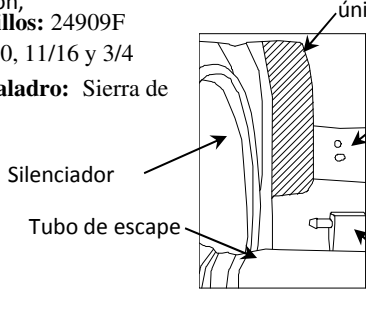

Figure 3
①	Cant. (1)	Perno de carruaje, 1/2-13 x 2.00 GR5	⑤	Cant. (2)	TUERCA DE MANIJA, 1/2 -13
②	Cant. (1)	Espaciador, 1/4 X 1.50 X 3.00	⑥	Cant. (2)	PERNO, 1/2 -13
③	Cant. (3)	Arandela cónica, 1/2"	⑦	Cant. (2)	AISLANTE GALVANICO
④	Cant. (1)	Tuerca hexagonal, 1/2-13
- Quite el perno m6 posterior que sostiene el protector de calor en su lugar. Devuelva al propietario. Recorte el protector de calor para acceso al orificio en el larguero del bastidor del pasajero. Fig. 3.